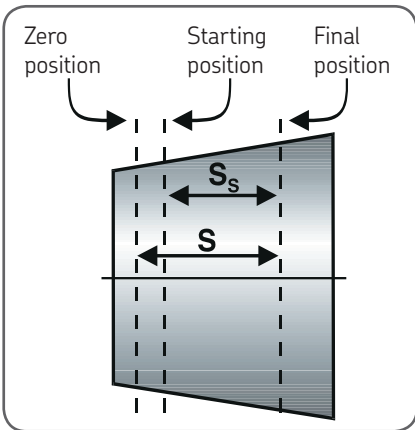

Figura 14. Posición del rodamiento
tuerca HMV(C) E. Véase la figura 14. También puede enroscar directamente el manómetro digital SKF en la tuerca hidráulica. Cale el rodamiento en el cono la distancia necesaria. Utilice un comparador para vigilar el calado axial. En skf.com/mount se provee el valor de la presión hidráulica inicial (MPa/psi) y las especificaciones para el drive-up axial (mm).